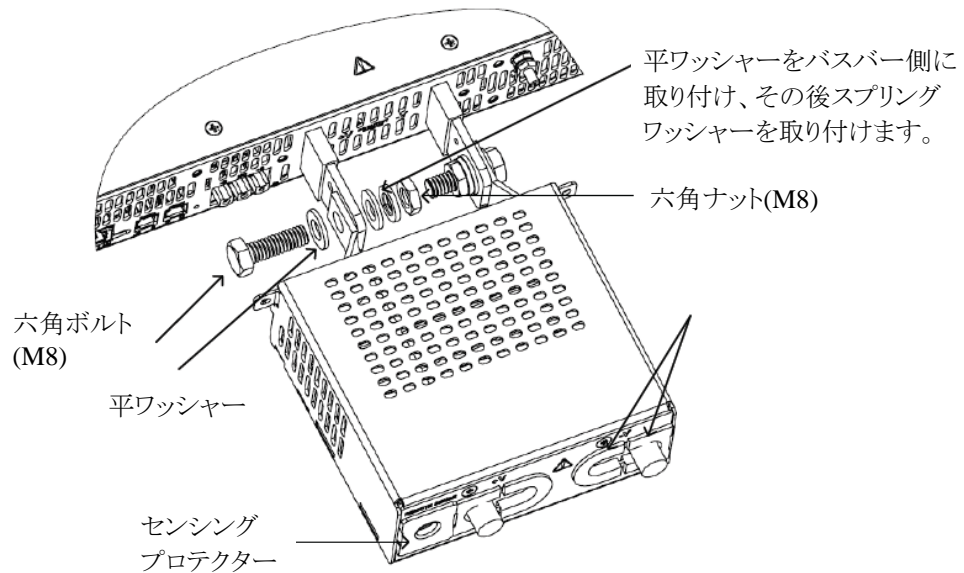

図4-65 負荷線の接続方法
3. 図4-65に示すように負荷線をバスバーに固定し、出力端子カバーを組み立てます。